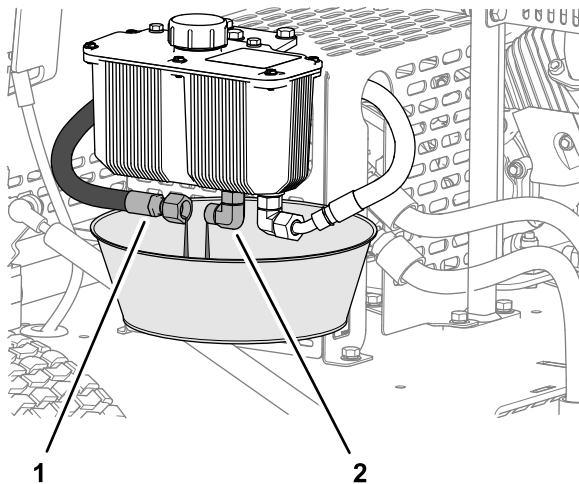

图36
1. 在液压油箱下放置一个容量为 2L 的放油盘 图36。
2. 从液压油箱接头卸下液压供油软管并等待液压油完全流入放油盘 图36。